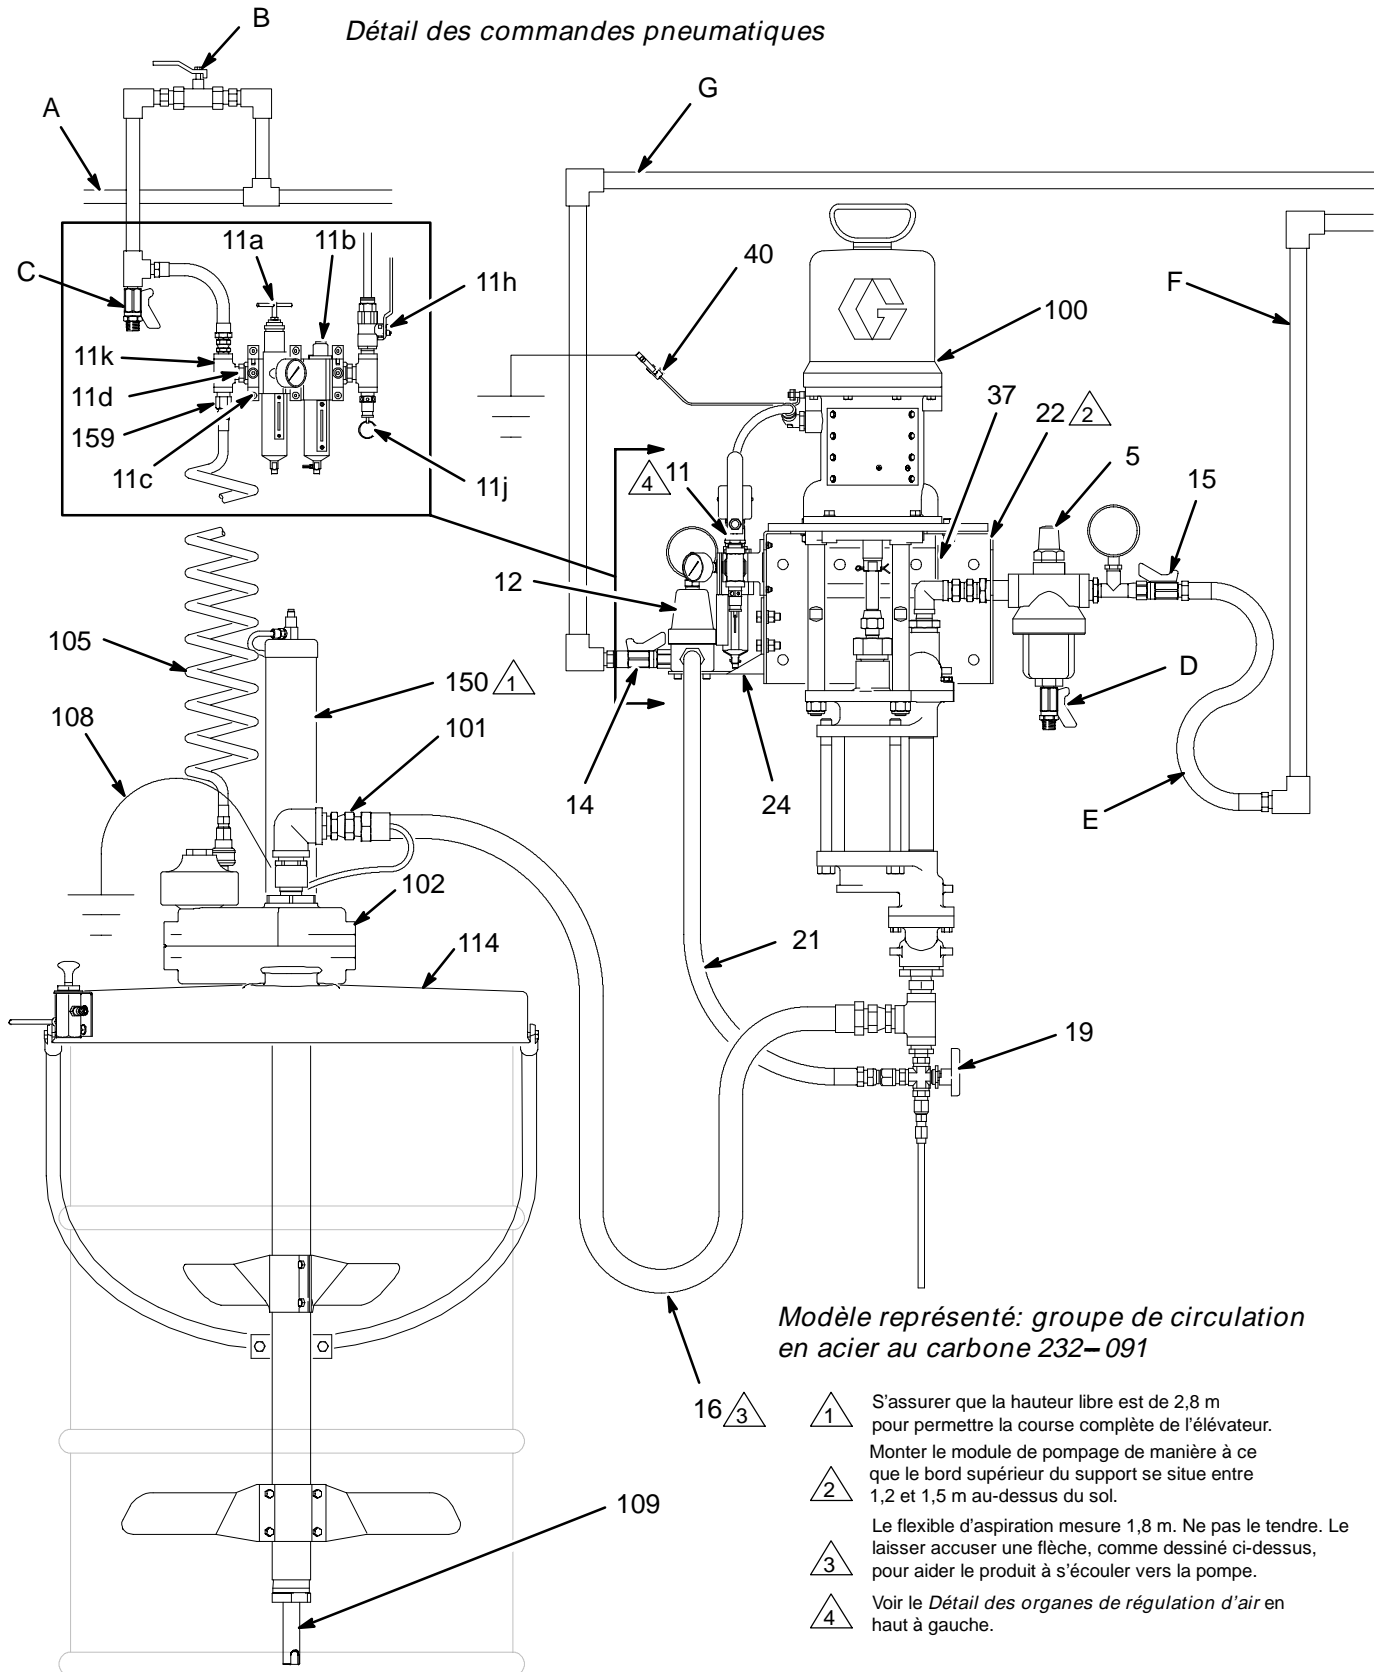

Fig. 1
Voir la Fig. 1 à la page 9. Installer une tuyauterie d'air comprimé (A) entre le compresseur et la pompe. Veiller à ce que tous les flexibles soient bien dimensionnés et conformes à la pression du système. N'utiliser que des flexibles conducteurs d'électricité. Le flexible d'air doit posséder un filetage de 3/8 npt(m).
Se reporter à la Fig. 1 de la page 9.
- Le produit est envoyé à la pompe via le **flexible d'aspiration (16) et le tube d'aspiration (50 ou 109)**. *Sur les groupes de circulation 232-089 et 232-091*, le tube d'aspiration (109) est monté à l'intérieur de l'arbre de l'agitateur (102). Voir Fig. 1.
REMARQUE: Se reporter à la Fig. 1 page 9, au schéma dimensionnel page 24 et la disposition des perçages de montage à la page 25.
REMARQUE: Se reporter à la Fig. 1 page 9, au schéma dimensionnel page 24 et à la disposition des perçages de montage à la page 25.
2. Si vous convertissez une pompe existante en groupe de circulation, relâcher la pression. Retirer le tube d'aspiration (50) de la pompe. Voir la vue éclatée à la page 20. Ce tube n'est pas utilisé sur les groupes de circulation.
3. Disposer l'élévateur (150) de manière à ce que le flexible d'aspiration de la pompe (16) atteigne le raccord tournant (101) situé sur le dessus de l'agitateur (102). Le flexible d'aspiration a une longueur de 1,8 m. Ne pas le tendre. Le laisser accuser une flèche, comme dessiné à la Fig. 1, pour aider le produit à s'écouler vers la pompe.
5. Brancher le flexible d'aspiration (16) sur le raccord tournant (101) de l'agitateur (102). Brancher le fil de terre du flexible d'aspiration sur la borne de terre de l'agitateur comme indiqué à la page 11.
6. Desserrer la vis imperdable et ouvrir le raccord rapide (11c) situé sur l'ensemble filtre/régulateur/lubrificateur d'air (11). Se reporter à la rubrique **Utilisation des connecteurs rapides**, ci-contre.
8. Tirer le flexible en spirale (105) vers le haut et le faire passer dans le grand trou pratiqué dans le support (24) du régulateur de pression de retour.
9. Visser l'adaptateur (159) situé à l'extrémité du flexible en spirale (105) sur le té (11k).
1. Ouvrir toutes les vannes d'arrêt produit (14, 15). Se reporter à la Fig. 1 à la page 9 et à la Fig. 5.
2. Ouvrir le régulateur de pression de retour (12). Mettre la vanne 3 voies de recirculation (19) en position de circulation.
6. Régler la pression produit au niveau le plus bas possible permettant d'obtenir les résultats désirés. Des pressions et températures plus élevées n'amélioreront pas le jet mais entraîneront une usure prématurée des composants. Utiliser le filtre/régulateur d'air (11a) et le régulateur de pression de retour (12) pour régler la vitesse de la pompe et la pression produit jusqu'à ce que l'atomisation soit complète. Consulter le manuel (fourni) de la vanne de pression de retour pour les procédures de réglage.
8. Une fois le jet désiré obtenu, relâcher la gâchette du pistolet. La pompe continuera à fonctionner tant qu'elle sera alimentée en air et que le régulateur de pression de retour (12) restera ouvert.